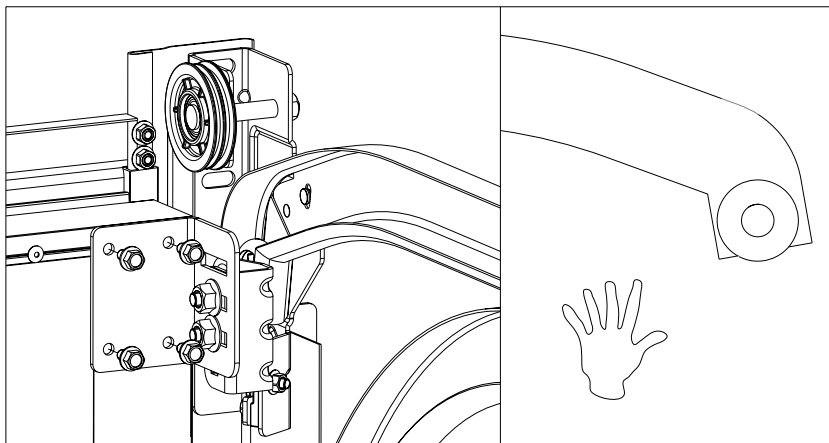

Fig. 14.3
I fig. 14.3 er installationen vist som manuel kontrol:
- På porte med manuel betjening, bør hjulene læne sig mod den forreste skinne (fig.14.3).